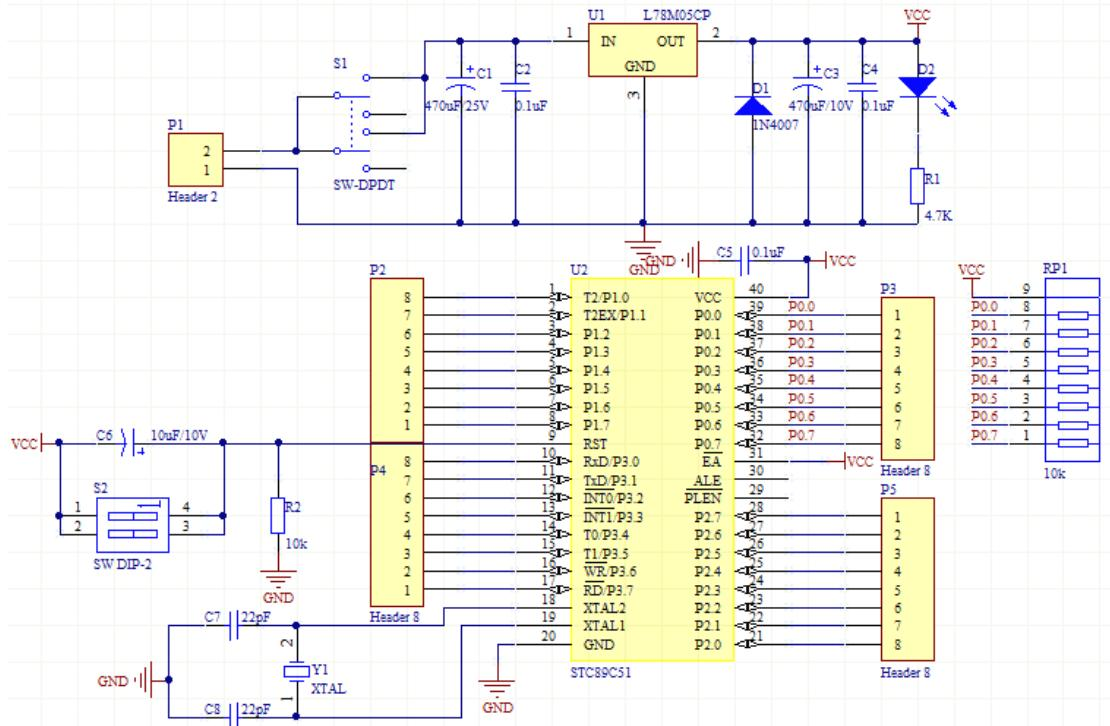

图 6-6.39 放置好网络标签的原理图
**Step3:** 依次进行以上操作, 直到全部放置完成。放置完成网络标签的电路原理图如图 6-6.39 所示。